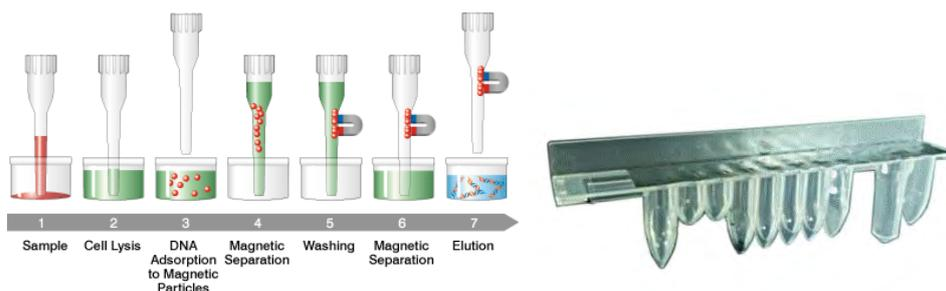

Figura 1-5: Princípio de extração de ácidos nucleicos e cassete de extração ELITE InGenius SP 200
- O conjunto do reagente foi otimizado para o isolamento de ácidos nucleicos de amostras de 200  $\mu\text{L}$  (Figura 1-5: ELITE InGenius – Cassete de extração SP200 e princípio de extração).